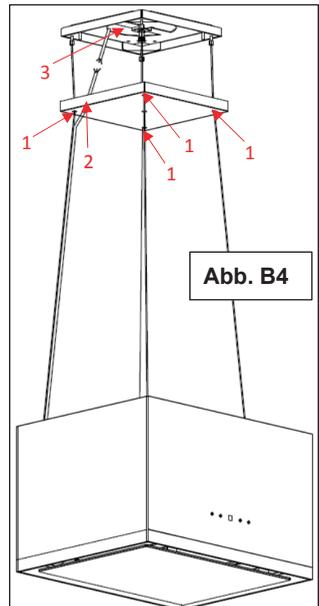

Abb. B4
6. Führen Sie die 4 Drahtseil durch die Löcher 1 in der Montageplatten-Abdeckung und das Gerätekabel durch das Loch 2. Dann führen Sie das Gerätekabel durch die Aussparung 3 in der Montageplatte. (Abb. B4)